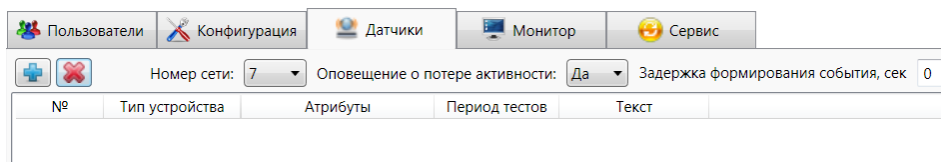

Рис. 8.4. Вкладка *Датчики*
4. Перейдите на вкладку *Датчики* в программе *Конфигуратор Приват* (для настройки контроллера в режиме автономной охраны) или *Конфигуратор Профессионал* (для настройки контроллера в режиме централизованной/комбинированной охраны), см. рис. 8.4.